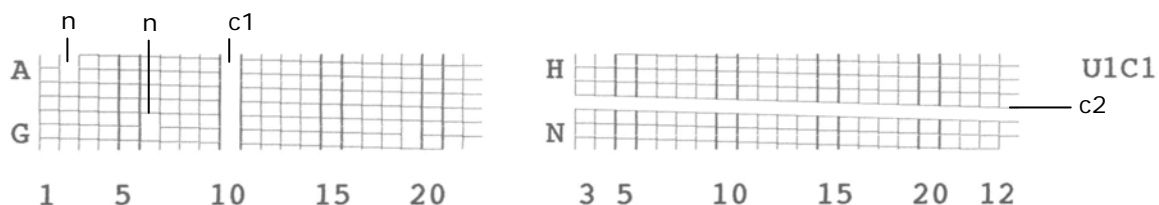
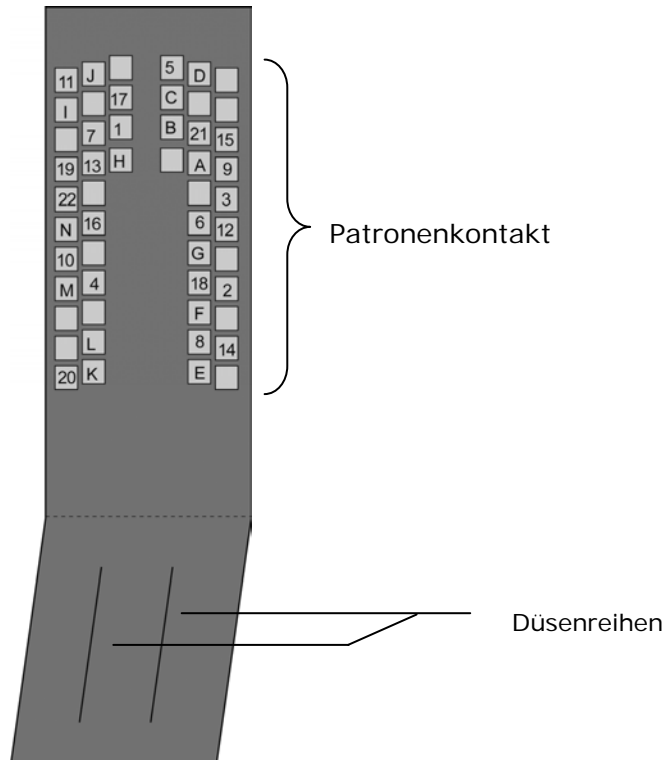

Abbildung 38: Muster A mit Defekten
Abbildung 39: Patronenkontakte
- Abbildung 38 zeigt einen Beispielsdruck mit mehreren Defekten bei Patrone p1 in Druckeinheit u1. Bitte reinigen sie die Tintenpatrone und die Kontakte wie in diesem Handbuch beschrieben. Ist anschließend immer noch ein Defekt sichtbar, tauschen sie bitte die betroffene Patrone aus. Abbildung 39 zeigt ein Referenzdiagramm mit den Patronenkontakten und deren Bezeichnung.